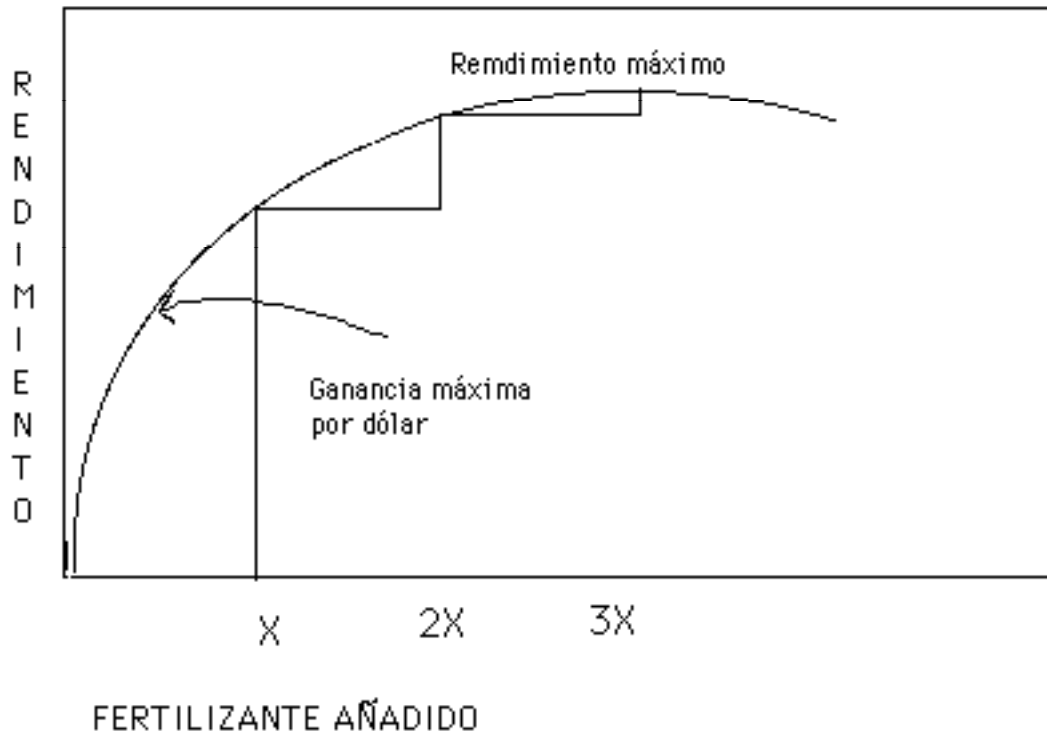

FIGURA 9-2: Gráfica que ilustra la Ley de Ganancias disminuídas y su impacto sobre la reacción a los fertilizantes.
La figura 9-2 y la tabla 9-3 muestran que la reacción de los rendimientos al fertilizante sigue la ley de Ganancias Disminuídas, que tiene consecuencias especialmente importantes para los agricultores con recursos limitados.
- * Como muestra la figura 9-2 y la tabla 9-3, la eficiencia de la reacción a fertilizantes disminuye al aumentar la dosis. Esto significa que un agricultor con poco capital usualmente debe fertilizar mucha tierra con una dosis baja a moderada en vez de poca tierra con una dosis alta. Esta estrategia resulta en la máxima ganancia por dolar gastado en fertilizantes.